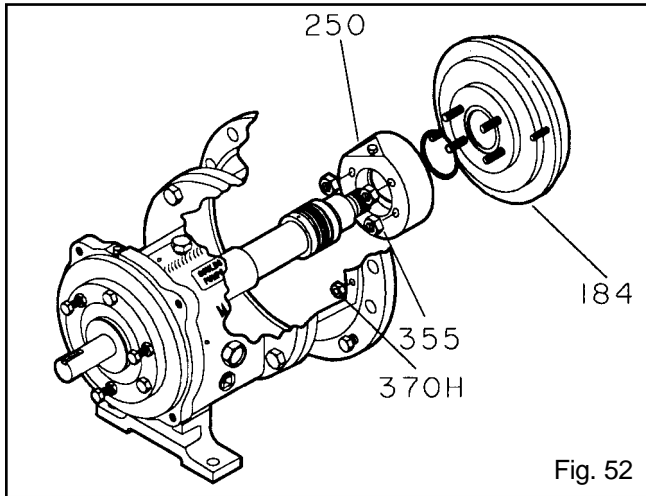

Fig. 52
1. Quite las tuercas (355) de los pernos prisioneros de la cámara del sello o del casquillo.
3. Retire la placa trasera (184) (Fig. 52).
4. Retire la camisa del eje (126).